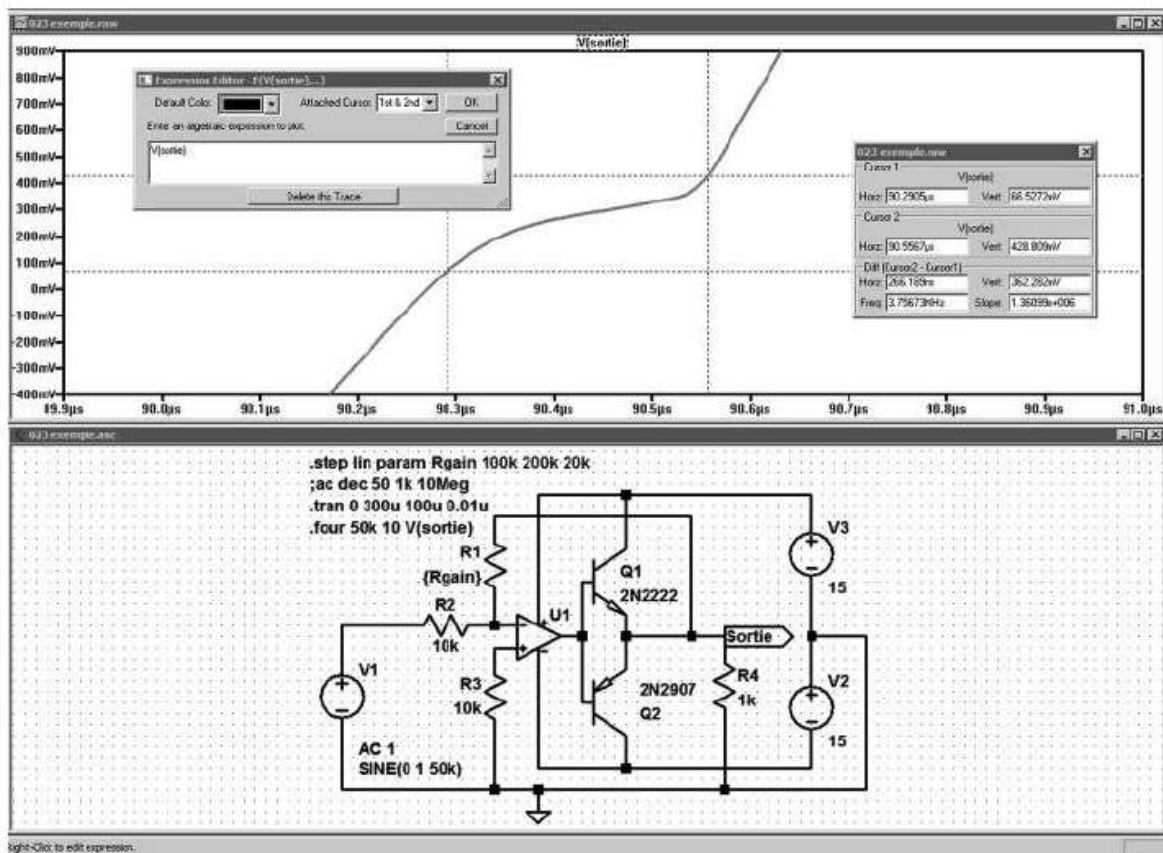

Figure 3.43
32. En zoomant sur cette zone, vous obtenez le détail de la transition. Vous pouvez cliquer droit sur l'étiquette qui est au-dessus de la courbe **V(sortie)** et sélectionner deux curseurs (**Attached Cursor**). Vous pouvez ensuite faire clic gauche sur le réticule + déplacement jusqu'aux endroits où l'on désire faire une mesure, ne relâchez le bouton gauche de la souris qu'à l'endroit où vous voulez déplacer le réticule). Le numéro de chaque curseur apparaît lorsque vous le saisissez. Une petite fenêtre, intitulée du nom de notre fichier **Exemple_1**, affiche la position absolue de la valeur de l'abscisse et de l'ordonnée de nos deux curseurs ainsi que leur différence : 266,105 ns dans notre cas, figure 3.43.